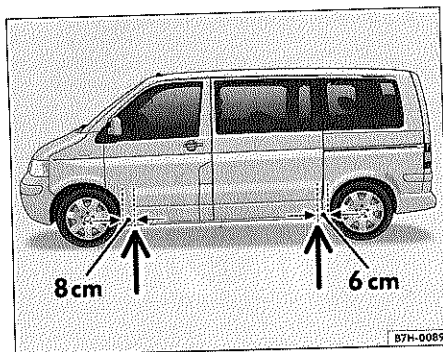

Fig. 26 Puntos de apoyo del gato
1. Busque el punto de apoyo ⇒ fig. 26 (flecha) para el gato ²⁰⁾ ⇒ ⚠ que se encuentre más próximo a la rueda que quiere cambiar.
El gato sólo se debe colocar en los puntos que se indican ⇒ fig. 26. El alojamiento delantero se encuentra a unos 8 cm del casco pasarruedas; el trasero, a unos 6 cm. Unas muescas en los es-
- Coloque el gato debajo del punto de apoyo correspondiente debajo del vehículo ⇒ página 88, fig. 26.